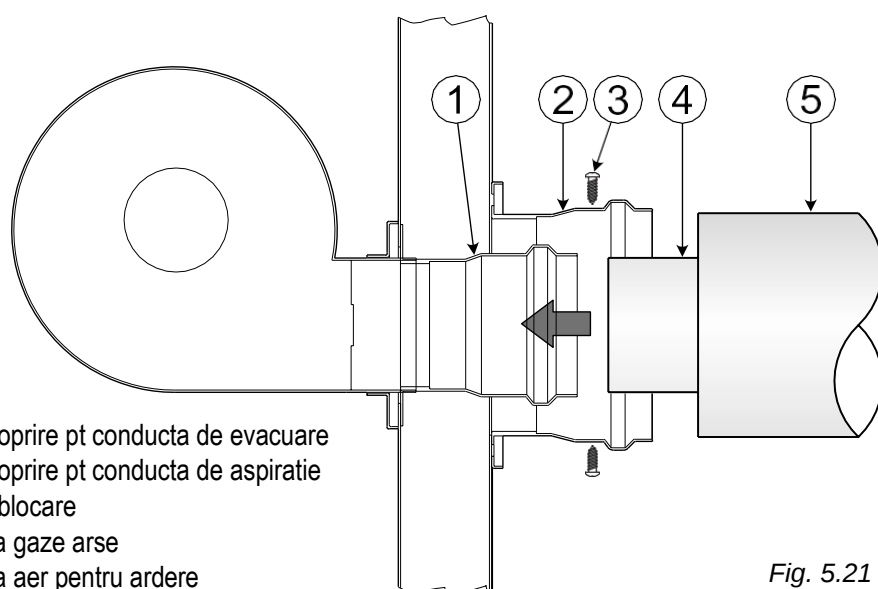

Fig. 5.21
3. Introduceți conducta de evacuare / admisie (4/5) în cutia de gaze arse prin intermediul manșoanelor până la marginile de oprire (1/2), vezi fig. 5.21.
4. Blocați conducta de evacuare / admisie cu șuruburile corespunzătoare (3), vezi fig. 5.21